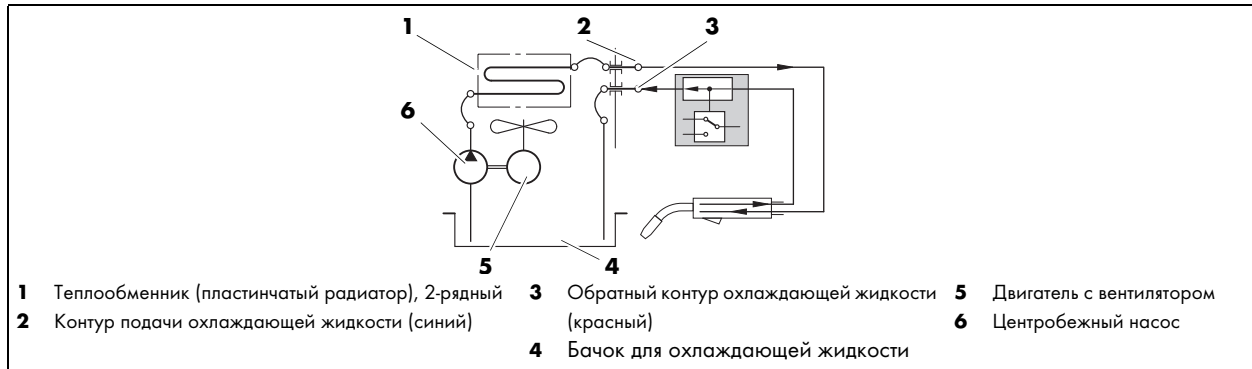

Рис. 5 Обзор контура охлаждения
- Для постоянного контроля над работой системы охлаждения подключитесь через разъем реле расхода (9) к источнику тока.
- ⇒ Рис. 5 Обзор контура охлаждения на стр. RU-10